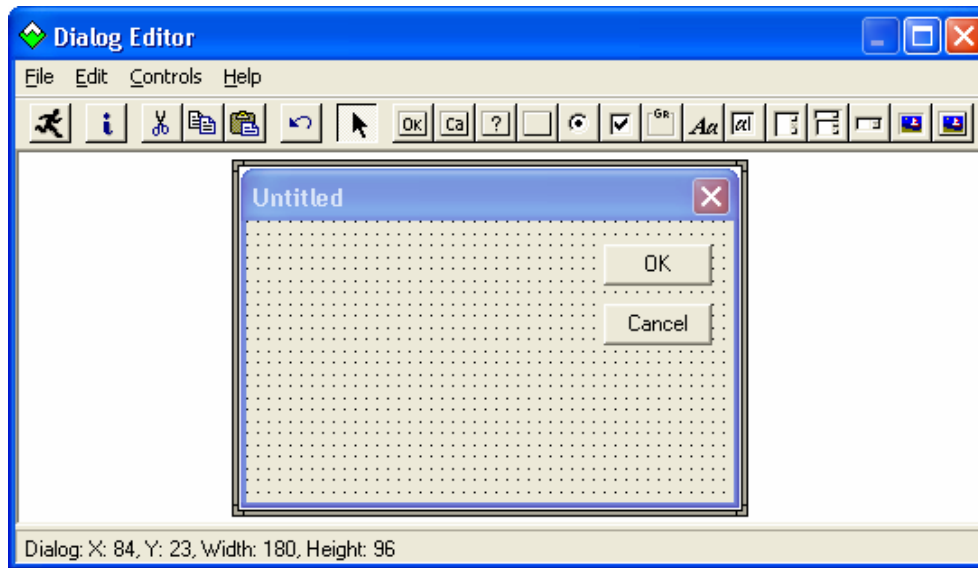

Рис. 4.88. ИСР диалогового окна
6. *Шестое действие.* Двойным щелчком левой кнопки мыши по функциональному блоку Бейсик-сценария активируйте ИСП Бейсик-процедуры и выполните команду **Edit | Insert New Dialog...** В результате появится ИСП диалогового окна, представленная на рис. 4.88. Разместите в шаблоне окна диалога управляющие элементы группирования, статического текста, редактирования, отмечаемую кнопку и раскрывающийся список в соответствии с рис. 4.89. Настройте диалоговое окно и добавленные управляющие элементы в соответствии с рис. 4.90-4.95. Командой **File | Save As...** сохраните созданный диалог в файле на магнитном диске, а командой **File | Exit And Return** включите шаблон диалога в Бейсик-процедуру.